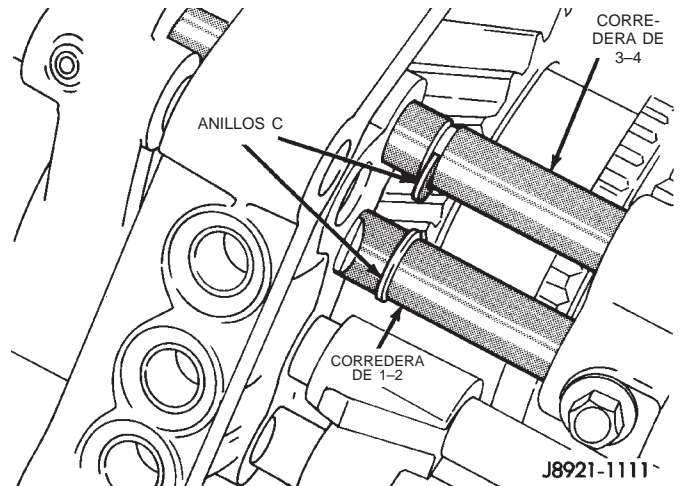

Fig. 91 Instalación de los anillos C de la corredera de cambios
(20) Instale anillos C a las correderas de cambios 1-2 y 3-4 (Fig. 91).